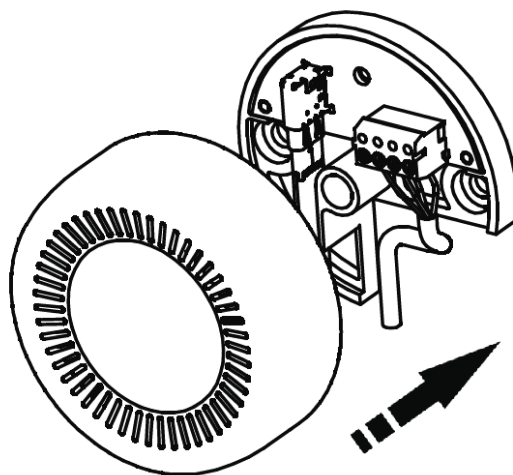

Рисунок 4.6 – Порядок подключения ДТС3105
6. Для подключения ДТС3105 следует (см. рисунок 4.6):
- Снять декоративную крышку (1).
- Извлечь узел измерительный съемный, во избежание повреждения во время монтажа (2).
- Установить основание датчика с винтовыми клеммами на стену в заранее подготовленное место, закрепив саморезами или винтами (3).